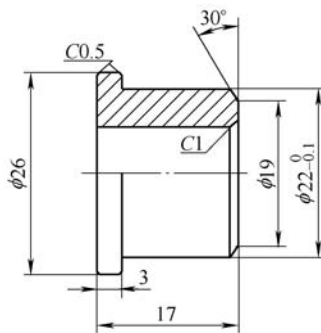

图 2
改进加工工艺,将在普通卧式车床上完成的工序移植到数控车床上,如图2所示,数控车工艺为:①备料、调质。②整个外形、长度、端面及倒角一次完成。③钳工用立钻攻螺纹。